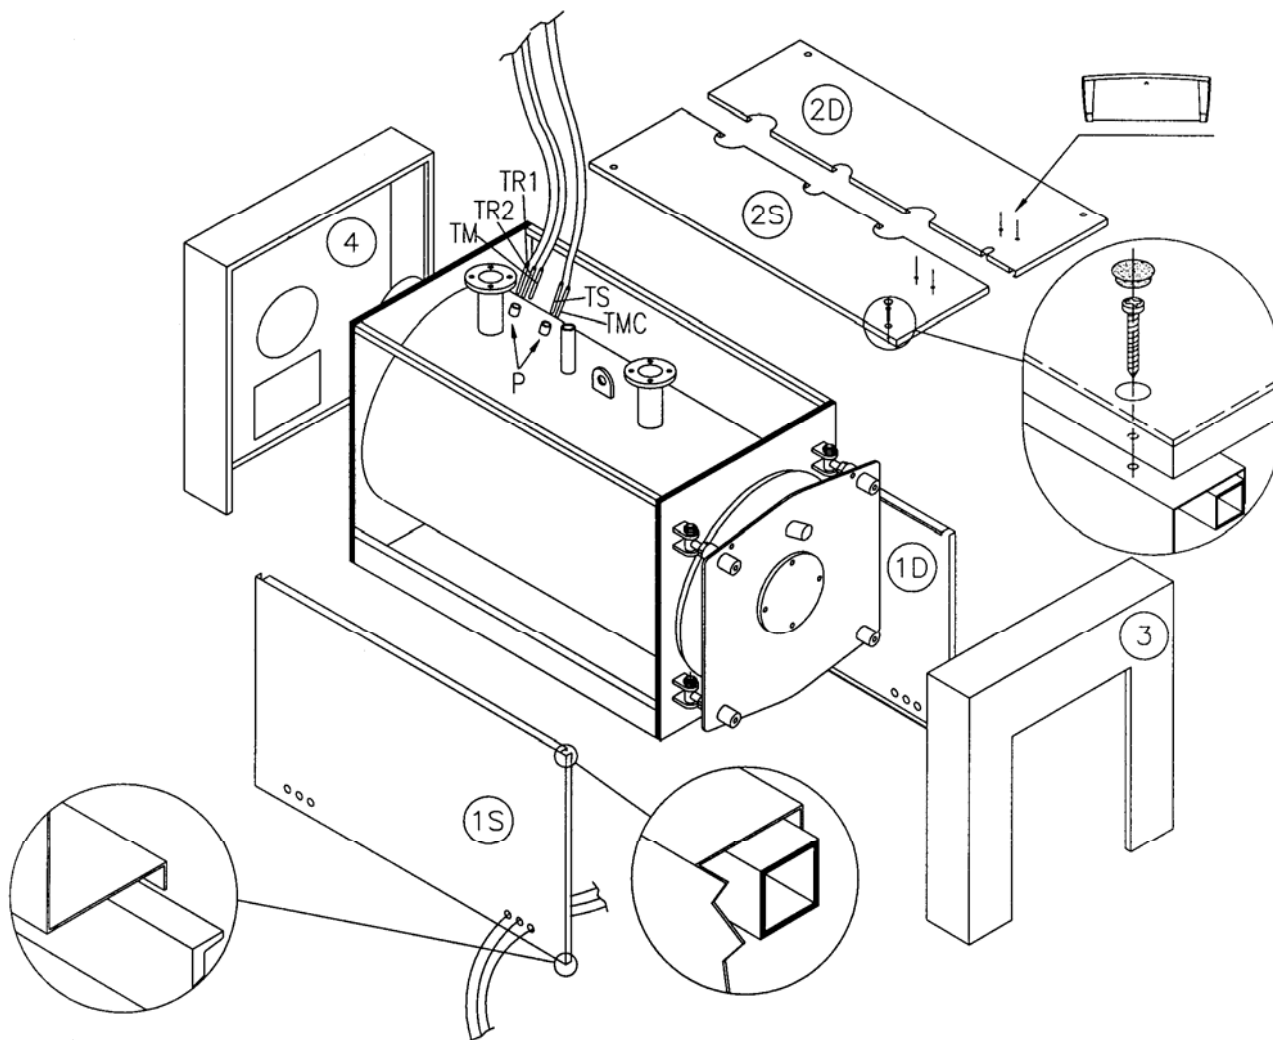

Рис. 8
4.2 ОБШИВКА КОТЛА REX 7÷40 /REX К 25÷40 (Рис. 8)